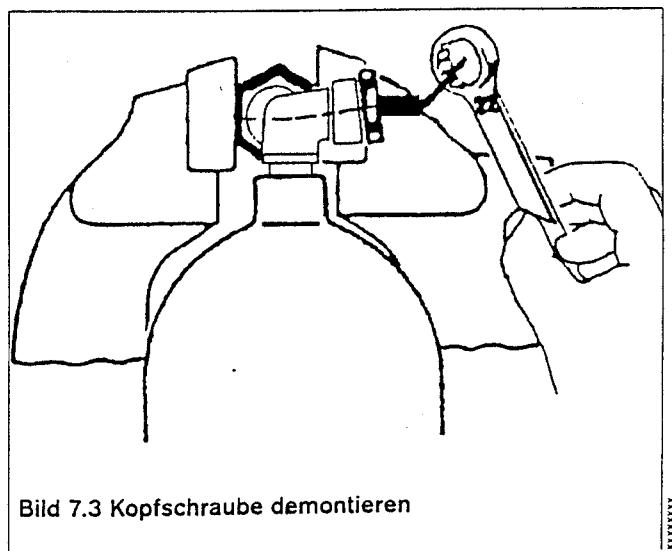
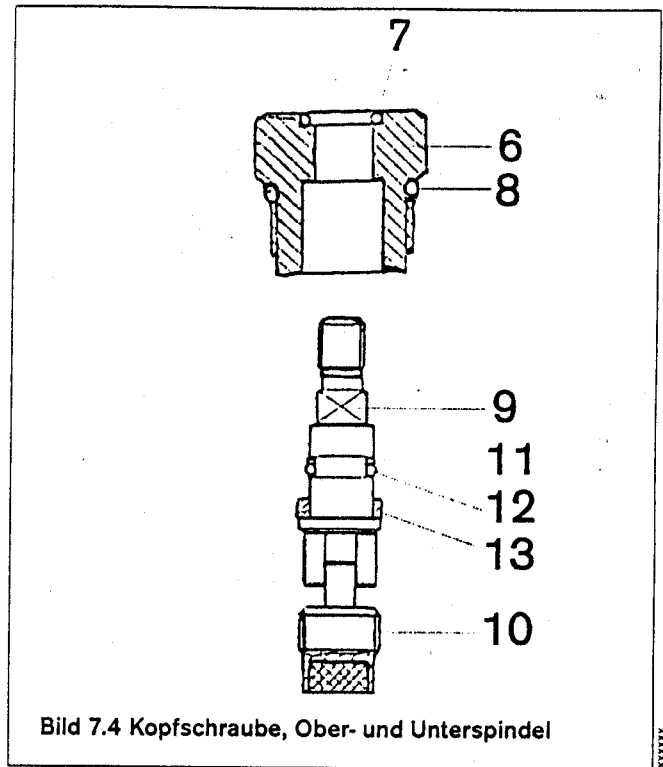

Bild 7.3 Kopfschraube demontieren
Bild 7.4 Kopfschraube, Ober- und Unterspindel
- 3 Ring- oder Steckschlüssel SW 22 (16 190 47) auf die Kopfschraube setzen und Kopfschraube lösen (Bild 7.3)
- 4 Kopfschraube (6) herausdrehen und die Dichtringe (7, 8) mit dem Dichtringausheber (R 21 402) ausbauen.
- 5 Mittels Oberspindel (9) die Unterspindel (10) herausdrehen.
- 6 Aus der Oberspindel (9) mit Hilfe des Dichtringaushebers (R 21 402) den Stützring (11) und O-Ring (12) ausbauen, sowie den Gleitring (13) abziehen (Bild 7.4)